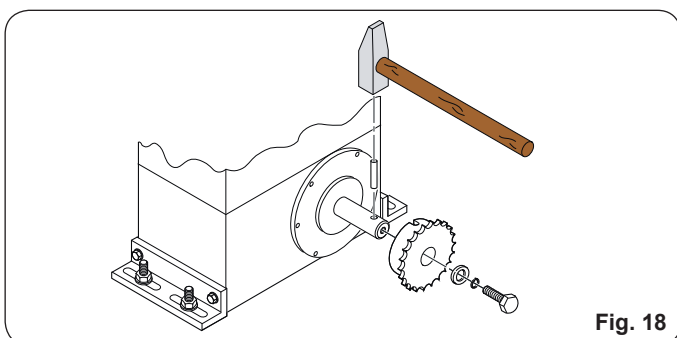

Fig. 18
4.5.1 MOD. 844 ER CAT (FIG. 18 - 19)